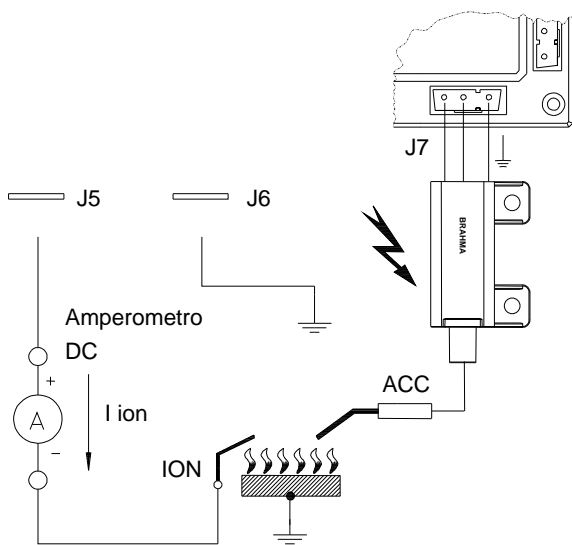

Fig.6
- il livello del segnale di fiamma sia sufficientemente elevato (vedere Fig.6 per la realizzazione della misura);